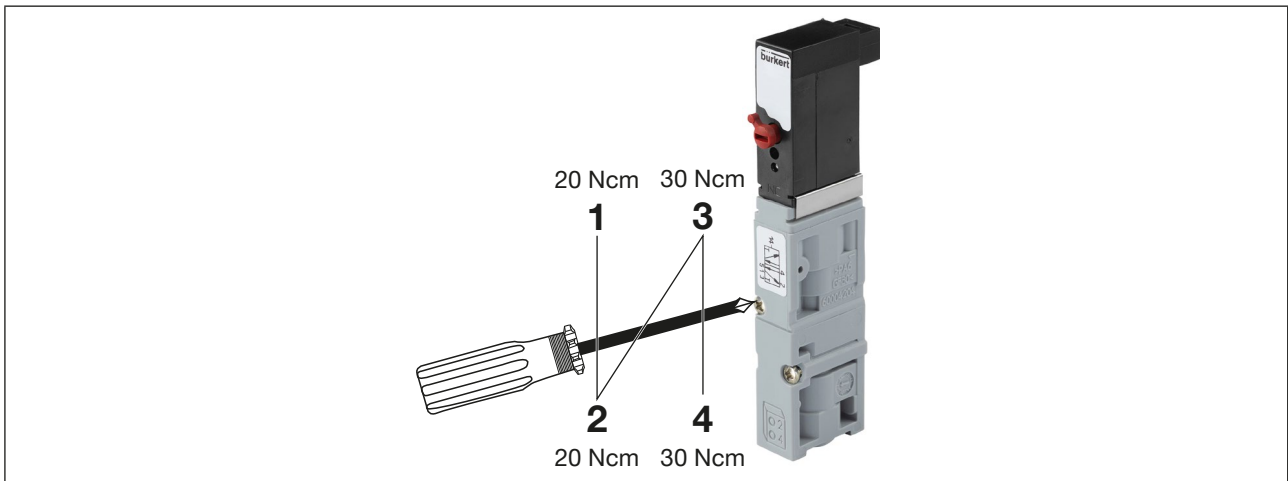

Abb. 74: Anziehen der Schrauben beim Ventiltausch Typ 6524 und Typ 6525
- Befestigungsschrauben über Kreuz anziehen, dabei Anziehdrehmoment beachten (siehe Abb. 74).